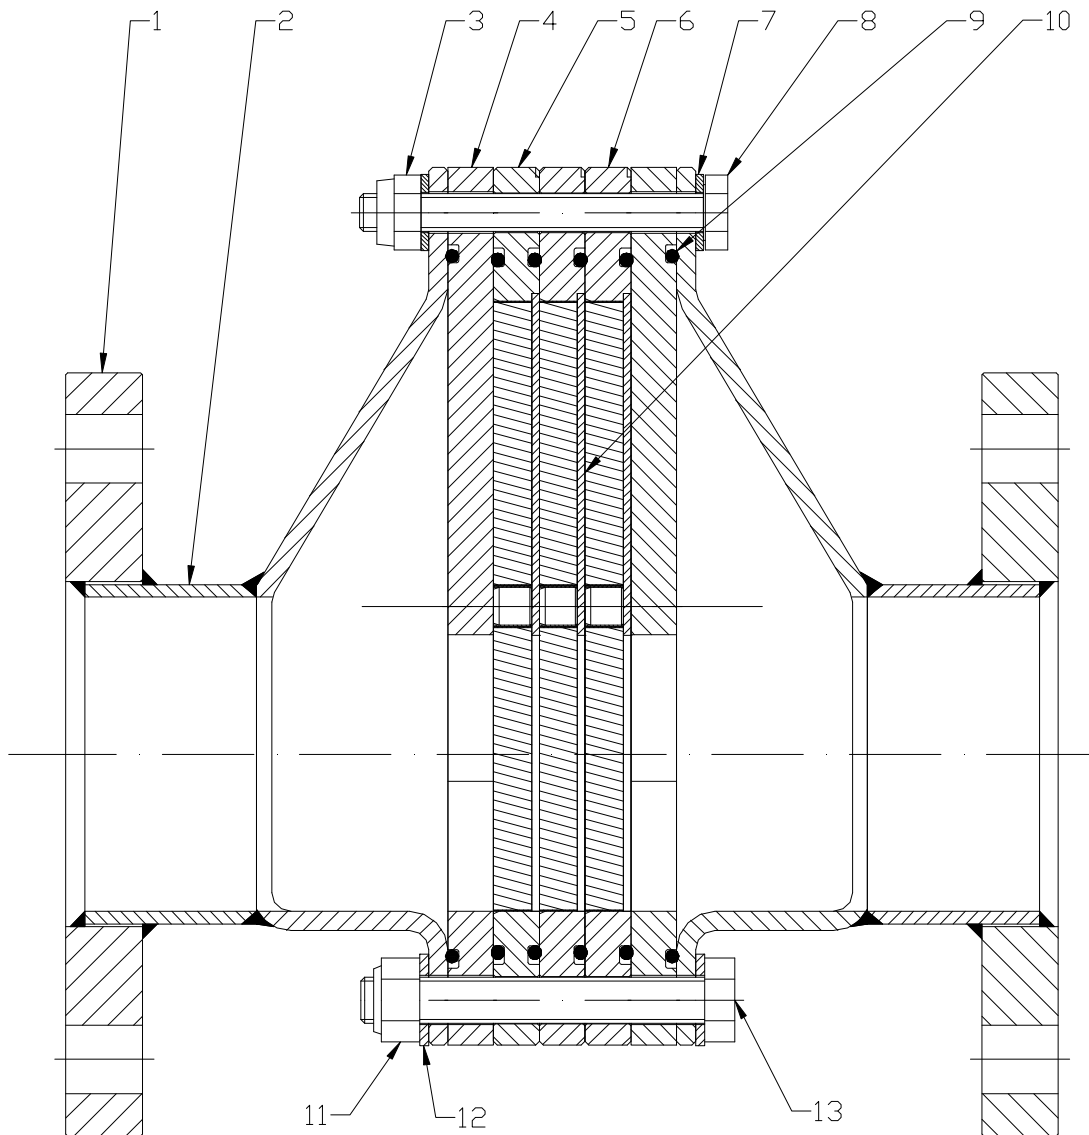

Bild 1
(Siehe Bild 1)
Um einen hohen Druckverlust durch flüssiges Kondensat zu vermeiden, ist die Detonationsrohrsicherung wie in Bild 1 dargestellt zu montieren!
- Bestellnummer (Position siehe **Bild 1**)